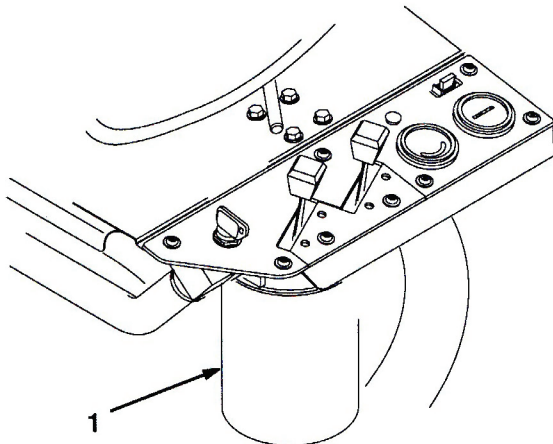

図42
2. フィルタ取り付け部周辺 (図42) をきれいに拭く。フィルタの下に廃油受けを置いてフィルタを外す。